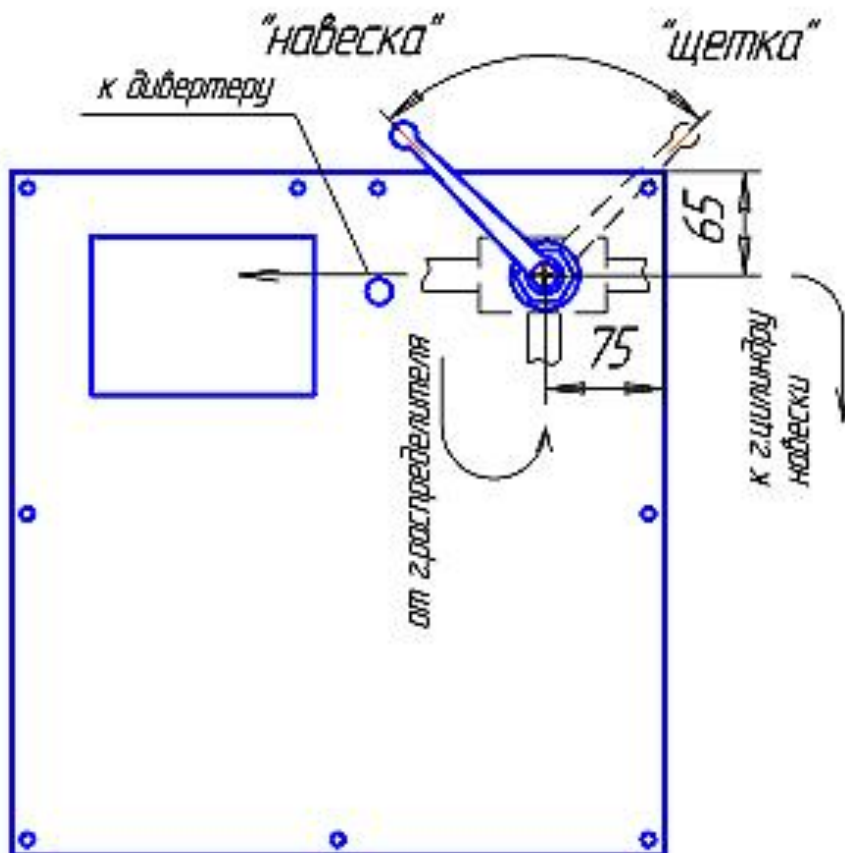

Рисунок 6.
- в крышке по указанным размерам на схеме (рис. 6) просверлить отверстие  $\varnothing 23$  мм;